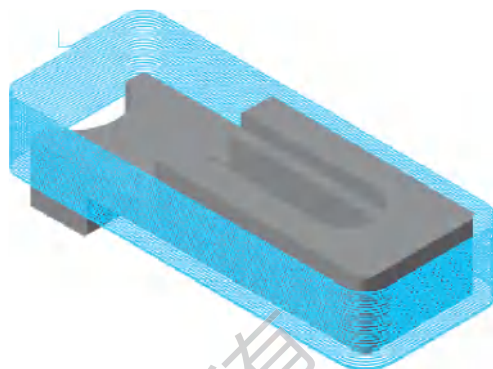

图 5-20 外形铣削粗加工刀路
4) 单击【共同参数】选项, 设置【参考高度】为 10.0mm, 【下刀位置】为 5.0mm, 【工件表面】为 0.0mm, 【深度】为 -24.5mm, 选择所有【绝对坐标】选项, 如图 5-20 所示。